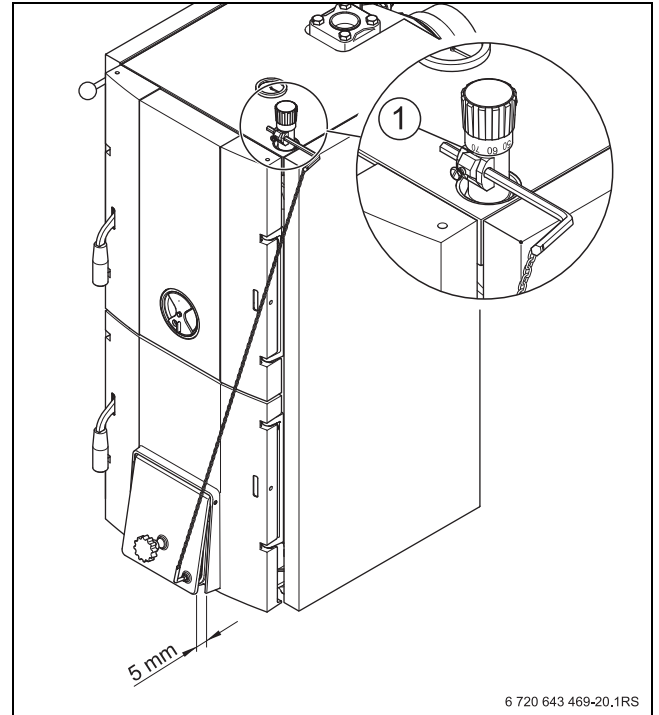

Fig. 4 Ajuste del regulador de tiro
- ▶ Poner el regulador de tiro en la marca roja (85 °C) (→ fig. 4).